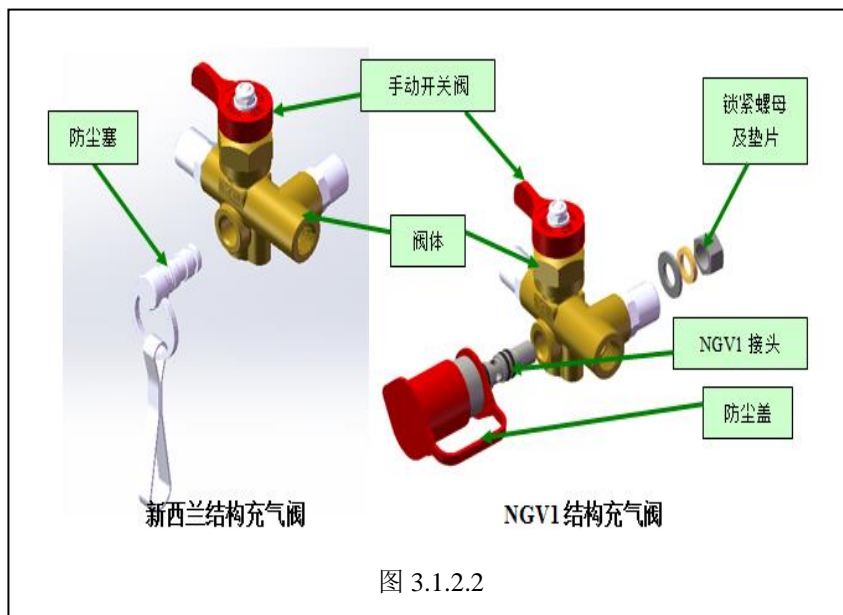

图 3.1.2.2
1) 管路[如图 3.1.2.1（国 5 及部分国六）/3.1.2.2（部分国六）/3.1.2.3（星 V5）]